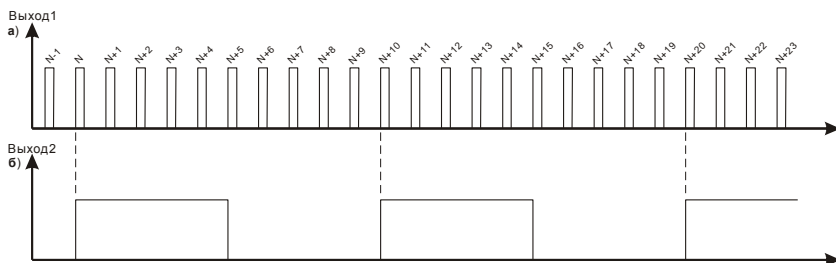

Рис.4
5.9 Импульсы на Выходе2 формируются синхронно с каждым 10-м (или 5-м) импульсом на Выходе1 и имеют длительность 5-ти (или 3-х) периодов импульсов на Выходе1 (см.Рис.4).